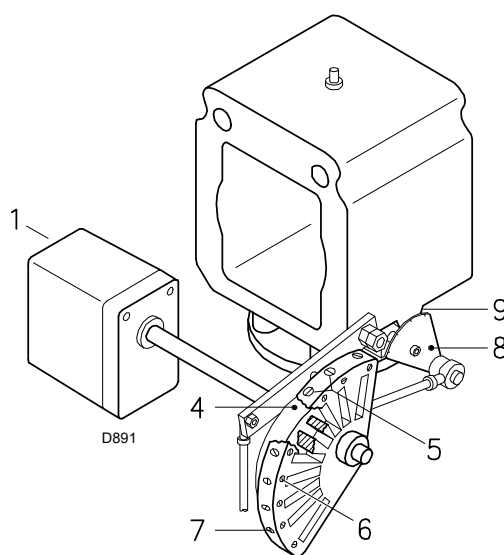
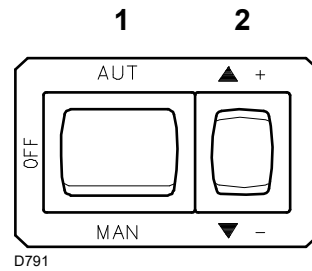
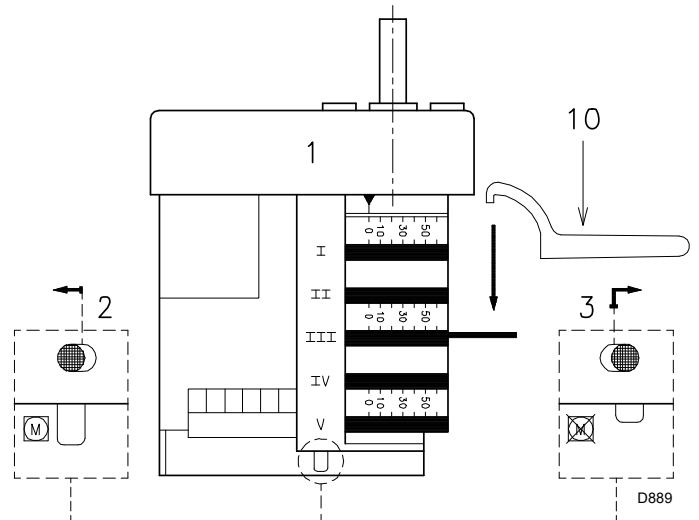

Fig. 28
Fig. 29
Fig. 30
Presionar ahora el pulsador 2)(Fig. 29 en pág. 29) "aumento de potencia" y mantenerlo presionado hasta que el servomotor abra el registro del aire y la válvula de mariposa del gas.
Variar en progresión el perfil final de la leva 4)(Fig. 29 en pág. 29) utilizando los tornillos 7).
La potencia MÍN se elige dentro del campo de trabajo que se indica en la pág. 10. Presionar el pulsador 2)(Fig. 29 en pág. 29) "disminución de potencia" y mantenerlo presionado hasta que el servomotor cierre el registro del aire y la válvula de mariposa del gas a 20° (regulación de fábrica).
- Si se desea disminuirlo, reducir un poco el ángulo de la leva III (Fig. 30) mediante pequeños desplazamientos sucesivos, es decir, pasando del ángulo de 20° a 18° - 16°....
- Si es necesario aumentarlo, presionar levemente el pulsador "aumento de potencia" 2)(Fig. 29) (abrir 10-15° la válvula de mariposa del gas), aumentar el ángulo de la leva III (Fig. 30) con pequeños movimientos sucesivos, es decir, pasando del ángulo 20° a 22° - 24°... Luego presionar el pulsador "disminución de potencia" hasta colocar el servomotor en la posición de apertura mínima y medir el caudal del gas.
Variar en progresión el perfil inicial de la leva 4) utilizando los tornillos 5)(Fig. 28). Si es posible, no girar el primer tornillo: dado que es el que se utiliza para cerrar el registro del aire completamente.
Presionar un poco el pulsador 2)(Fig. 29) “aumento de potencia” para que el servomotor gire aproximadamente 15°. Regular los tornillos hasta obtener una combustión óptima. Proceder del mismo modo con los demás tornillos. Prestar atención para que la variación del perfil de la leva sea progresiva.
Apagar el quemador mediante del interruptor 1)(Fig. 29), posición OFF, desbloquear la leva 4)(Fig. 28) del servomotor presionando y desplazando hacia la derecha el pulsador 3)(Fig. 30), y comprobar varias veces que el movimiento sea suave y sin obstrucciones, haciendo girar con la mano la leva 4)(Fig. 28) hacia adelante y hacia atrás.
Fijar nuevamente la leva 4)(Fig. 28) al servomotor desplazando hacia la izquierda el pulsador 2)(Fig. 30).
Terminada la regulación, fijar la misma mediante los tornillos 6) (Fig. 28).